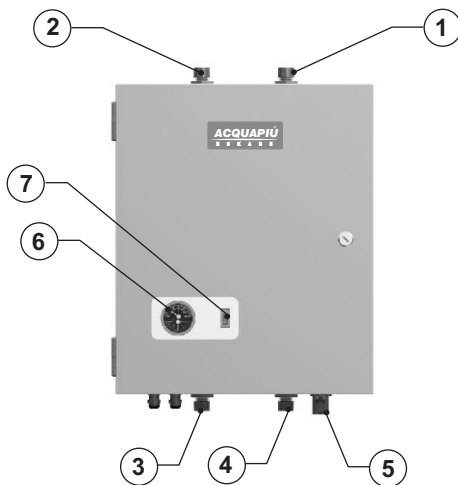

Fig. 2
2. El **Módulo de Interconexión**, que debe ser colgado en la pared. Sus partes externas principales se indican en la Fig. 2.